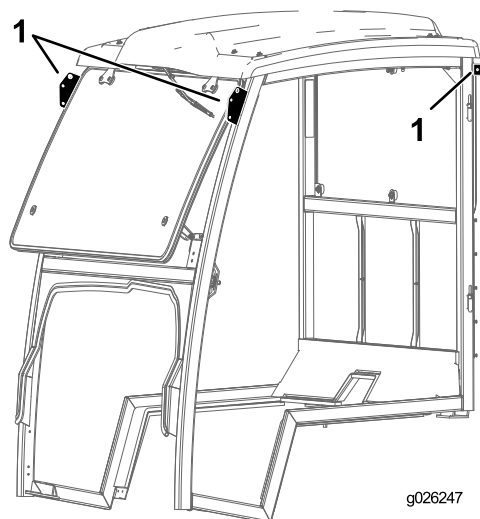

Figura 31
5. Prenda a estrutura da cabina utilizando os pontos de elevação e coloque-a na máquina (Figura 31).